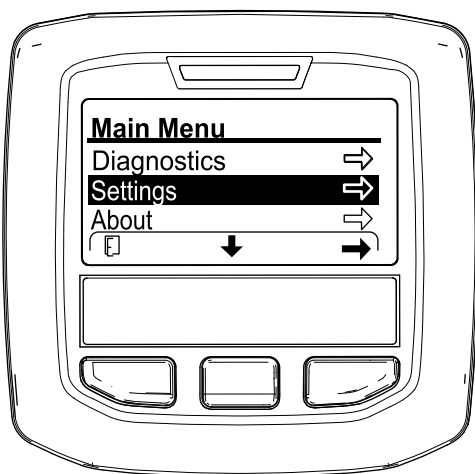

Figure 122
- Dans l'InfoCenter, naviguez jusqu'au MENU PRINCIPAL (Figure 122).